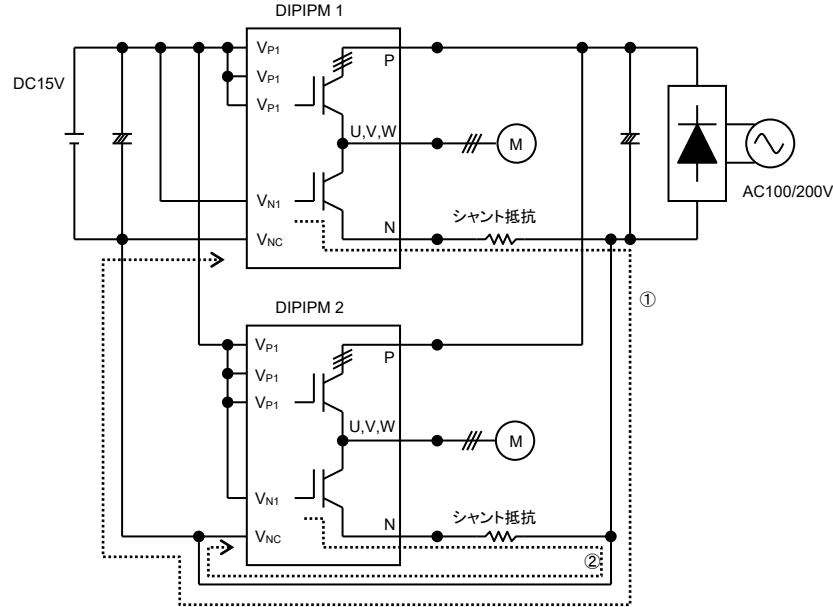

図 3-1-13 並列動作
図 3-1-13 に DIIPM を 2 台並列接続した場合の回路例を示します。DIIPM の下アーム IGBT のゲートチャージは、DIIPM 1 では①の経路、DIIPM 2 では②の経路で行われます。この経路が長くなりますと、配線インダクタンスも大きくなりますのでスイッチング動作に影響を与える可能性があります。(上アームのブーツストラップコンデンサの充電にも影響を与える可能性があります。) また、ノイズの影響を受け易く誤動作の要因となります。並列数が多ければ多いほど、この GND パターンは長くなりますので、GND 電位の変動による他の回路への影響(電源、保護回路動作等)も考えられますので推奨いたしません。電気的には、動作可能と考えますが、上記項目に注意し評価検討をお願いします。